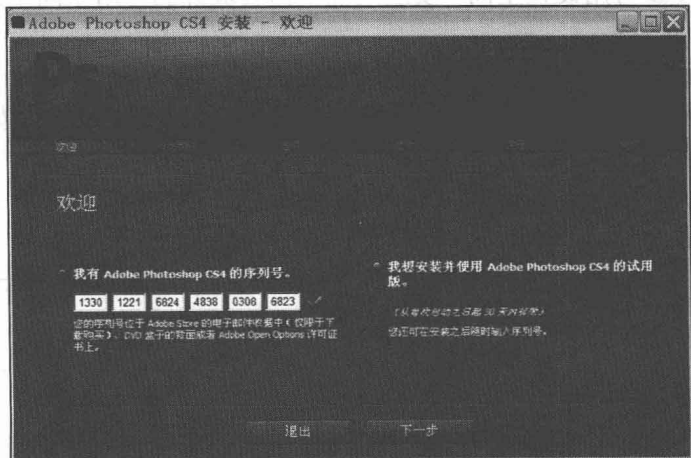

图 1-2 “Adobe Photoshop CS4 安装-欢迎”界面
(2) 单击“安装 Photoshop CS4”按钮,进入“Adobe Photoshop CS4 安装-欢迎”向导,如图 1-2 所示。点选“我有 Adobe Photoshop CS4 的序列号”输入 Adobe Photoshop CS4 的序列号,或者点选“我想安装并使用 Adobe Photoshop CS4 的试用版”单击“下一步”按钮。